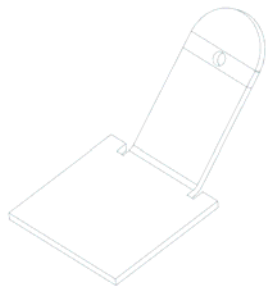

图 6-15 孔特征示意图
- (7) 连续单击“确定”按钮，创建如图 6-15 所示的孔特征。